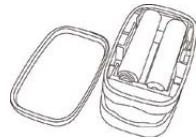

Figura 6.
1. Consulte la Figura 6 e inserte correctamente las 2 baterías tamaño AAA en la dirección indicada.